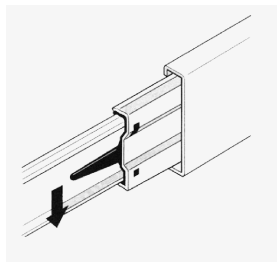
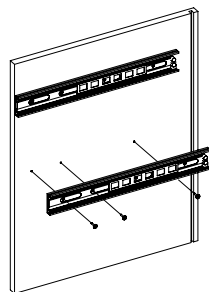

Рис.1
Рис.2
1. Подготовьте детали к сборке. Отсоедините от основания телескопических направляющих внутренние планки, отогнув пластиковый рычажок фиксатора (Рис. 1). Основания телескопических направляющих закрепите на деталях 2, 3 винтами М5x8 (Рис. 2). **!!!** Приложите телескопическую часть отверстиями к отверстиям на боковинах 2, 3 так, чтобы они были отцентрованы относительно друг друга. Вкрутите винты М5x8 с помощью шуруповёрта, приложив немного усилий. **Внимание:** винт М5x8 должен заходить с натягом для максимально плотной фиксации телескопических направляющих.